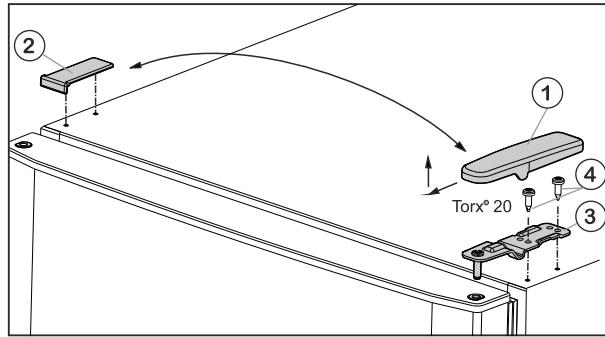

Fig. 5
- Enlever le cache Fig. 5 (1) vers l'avant et vers le haut.
- Retirer le cache Fig. 5 (2).
- Dévisser le support d'appui supérieur Fig. 5 (3) (2 Torx® 20) Fig. 5 (4) et retirer vers le haut.
- Placer le support d'appui supérieur Fig. 5 (3) sur le nouveau côté charnière de porte.
- ▶ Réviser le support de palier **(en appliquant un couple de 4 Nm)** (2 Torx® 20) Fig. 5 (4). Utiliser au besoin une visseuse sans fil.
- ▶ Remettre en place l'habillage Fig. 5 (1) du côté opposé depuis l'extérieur et l'enclencher.
- ▶ Remettre en place l'habillage Fig. 5 (2) du côté opposé depuis le dessus et l'enclencher.